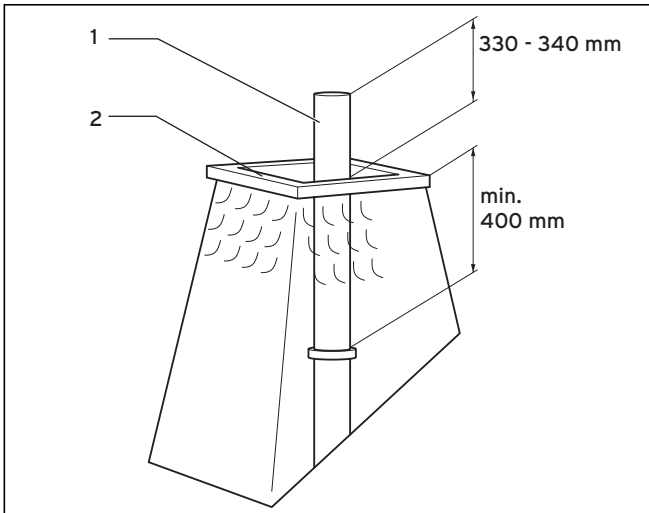

Abb. 5.52 Edelstahl-Rohr kürzen
- Kürzen Sie das Edelstahl-Rohr (1) gemäß Abb. 5.52.
- Dichten Sie den Mündungsrand (2) mit Silikon ab.